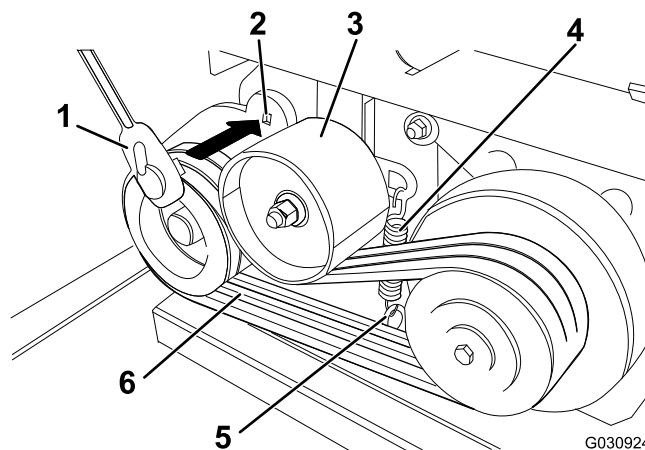

Рисунок 54
2. Проверьте состояние ремня (Рисунок 54).
- B. Вставьте торцевой ключ в квадратное отверстие маятникового рычага и поверните ключ вверх (Рисунок 54).